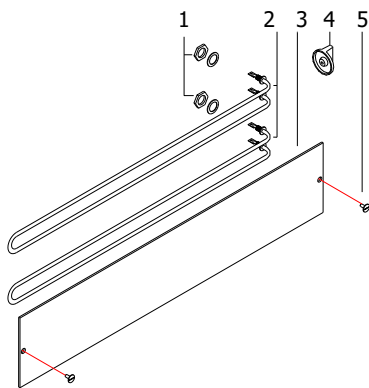

Abbildung 12
- b) Ziehen Sie die Bedienelemente (4) (siehe Abb. 12) aus den Schaltern. Entfernen Sie das Bedienfeld, indem Sie die Schrauben, mit denen es befestigt ist, vollständig entfernen. Entfernen Sie die Schrauben von der Rückwand und ziehen Sie sie nach links, um sie zu entfernen
- d) Entfernen Sie das Glas (3) und schrauben Sie die Muttern (5) von der Vorderseite ab.
- e) Entfernen Sie die Muttern (1) vom Element (2) und nehmen Sie es aus dem Fach.
- b) Pull the controls (4) (see Fig. 12) out of the switches. Remove the control panel by completely removing the screws that hold it in place. Remove the screws from the back panel and pull it to the left to remove it
- d) Remove the glass (3) unscrewing the nuts (5) from the front.
- e) Remove the nuts (1) from the element (2) and remove it from its compartment.